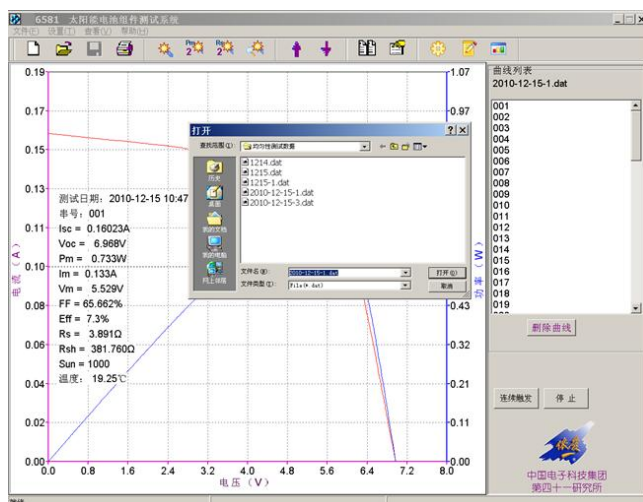

图 2-15 打开文件的界面示意图
**【打开】**：点击此按钮将弹出文件选择对话框，用户可选择需要打开的数据文件。如图 2-15 所示。选择好文件，点击对话框上的**【打开】**按钮，则系统将读取文件中保存的所有测试数据，将这些数据列于曲线列表中，在列表中显示各个曲线的序列号。